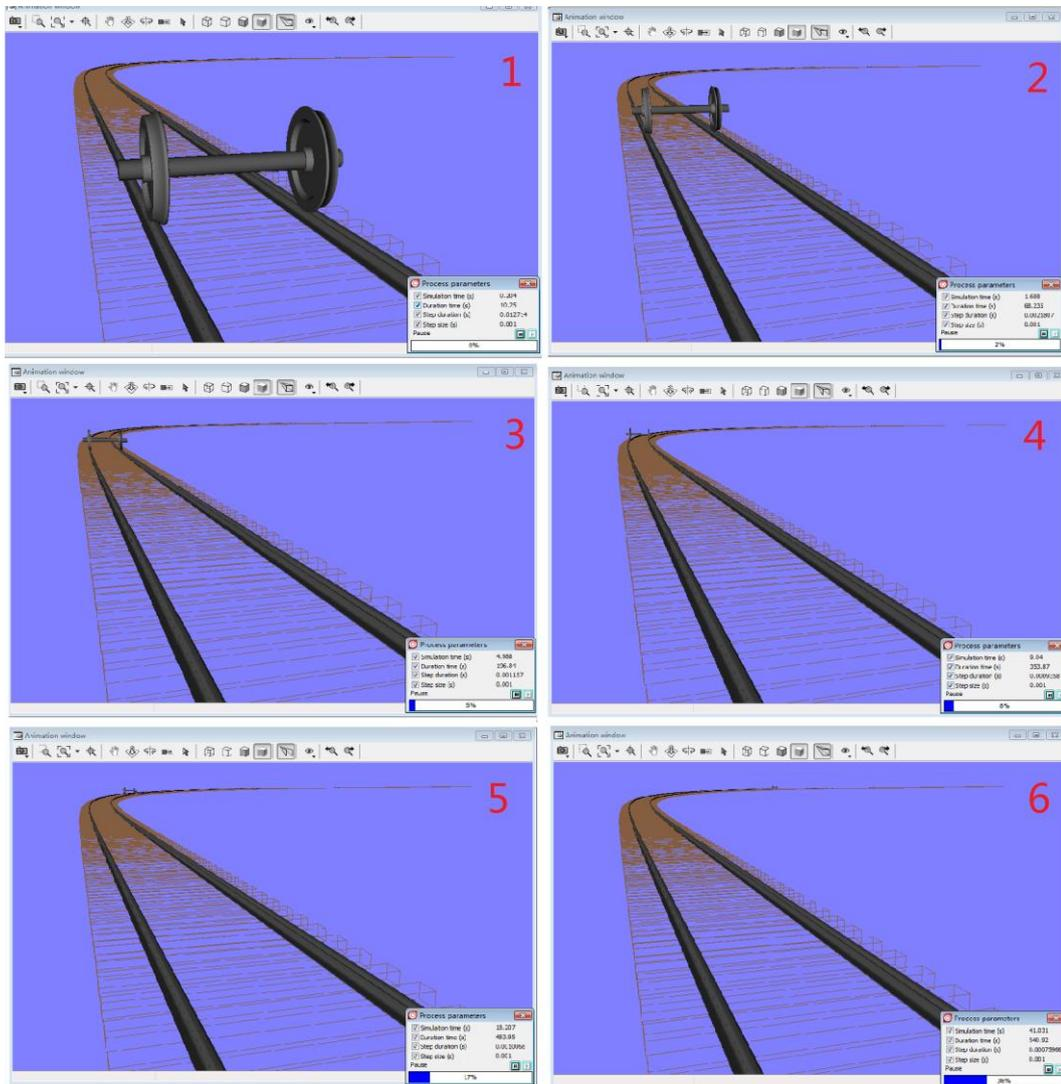

图 014-2 默认的镜头不跟随轮对
1、首次打开模型，软件默认动画显示镜头位于 Base0 上，不随模型的运动而运动，如图 014-2；